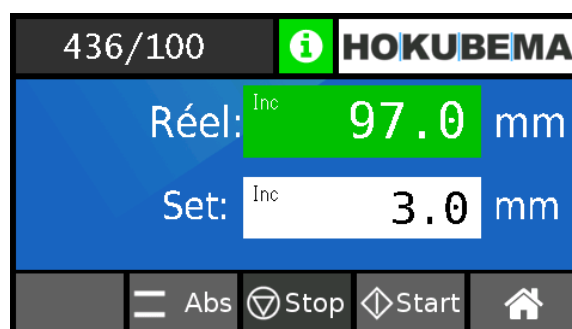

Figure 31 : dimension en chaîne atteinte
- Le champ « **Réel** » passe au vert dès que la position cible « **Set** » est atteinte (⇒ Figure 31).